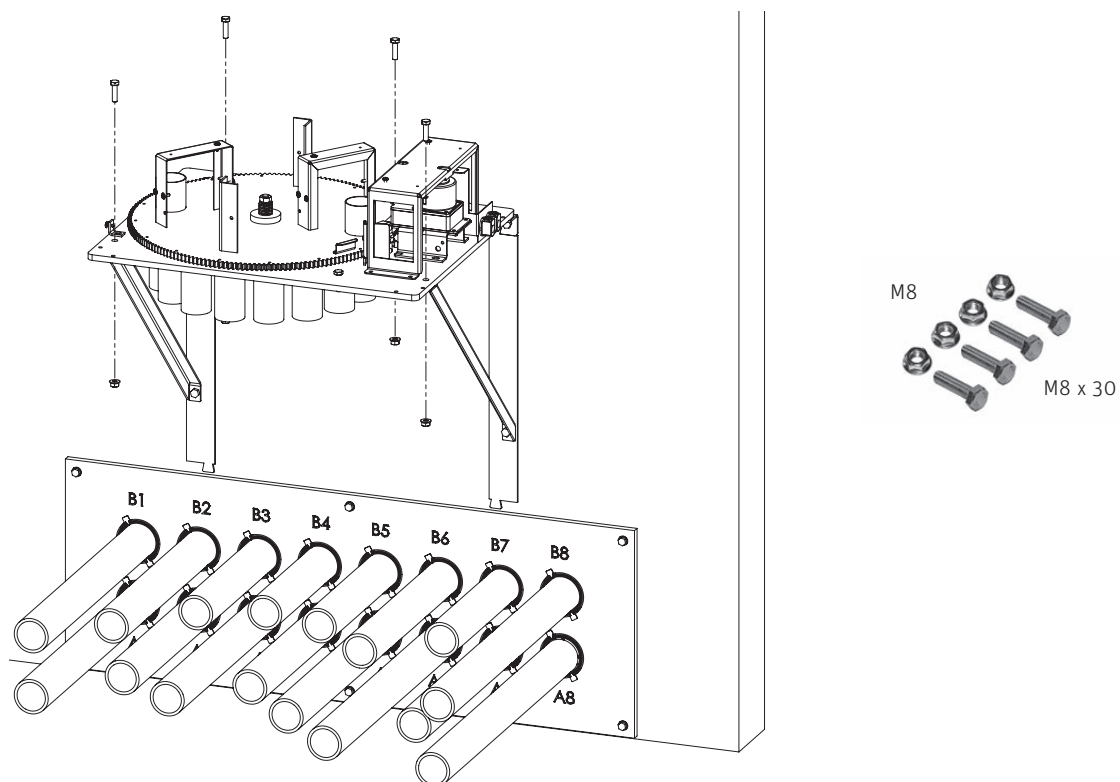

Fig. 46 Montaggio unità di commutazione
- Fissare l'unità di commutazione sull'angolare di montaggio e l'angolare di supporto con 4 viti a testa esagonale M8 x 30 ciascuna e dadi autobloccanti M8 – Fig. 46.